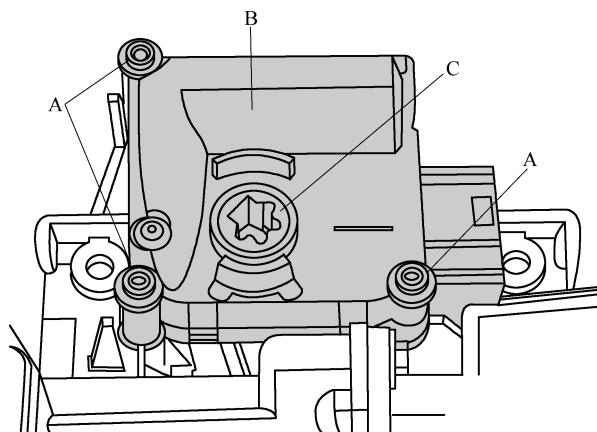

图 8-3-18 拆下新鲜空气鼓风机 V2
(1) 关闭点火开关,拆下新鲜空气鼓风机 V2。
(2) 如图 8-3-18 所示,旋出螺栓 A,拆下伺服电动机 B。
(2) 如图 8-3-18 所示, 安装伺服电动机 B。
(3) 以 $10\text{N} \cdot \text{m}$ 略微拧紧紧固螺栓 A, 安装新鲜空气鼓风机 V2。
(4) 按与拆卸相反的顺序重新安装已拆下的部件。
(5) 查询操作与显示单元 (Climatronic 控制单元 J255) 的故障存储器并删除可能显示的故障, 然后进行空调器的基本设置和执行器诊断。